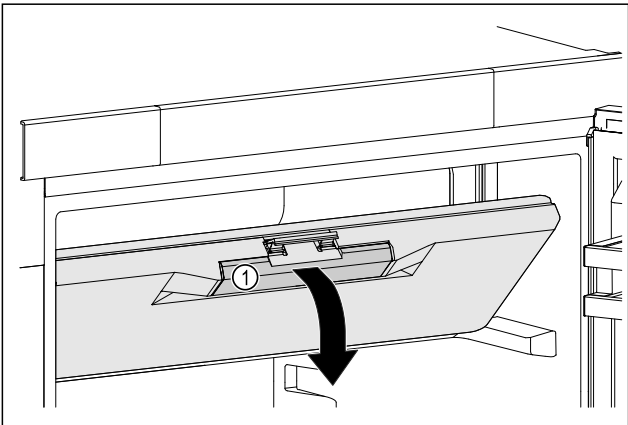

Fig. 28
- Afferrare lo sportello del vano congelatore dalla maniglia incassata Fig. 28 (1).